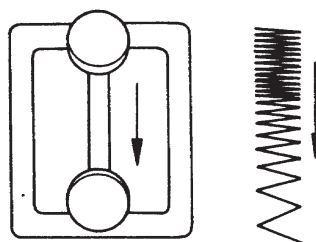

図 36 送りのツマミの位置による縫い目のあらかさ
- (1) 送り歯を外してください
- (2) 押エを押エ棒継足ごとはずしてください
- (3) 刺しゅうの針板に交換して下さい
- (4) ジグザグ目盛のツマミを右はしによせます（下に説明があります）
- (5) 送りのツマミを一番下に下げて固定して下さい（図36参照）